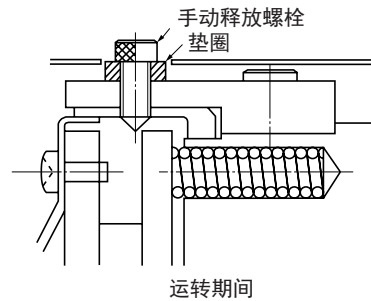

图 42
- (2) 设备松开螺栓后，要恢复到原始状态并出于安全考虑，应将步骤（1）中已取掉的垫圈放回最初位置。（参见图42）
- (3) 制动器释放螺栓的相关尺寸，请参看下表：